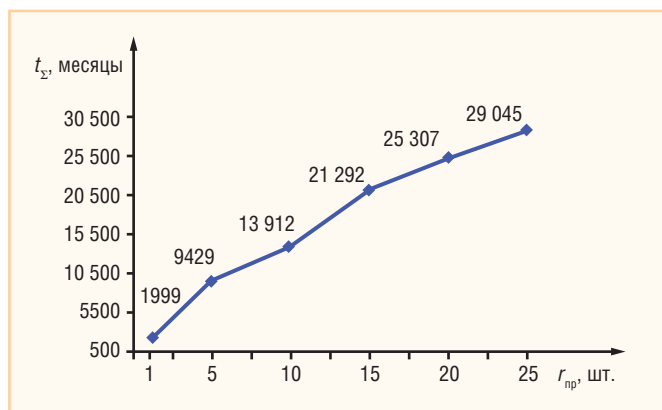

Рис. 3. Фактические значения наработки для блоков типа А
График изменения суммарной наработки $t_{\Sigma} = f(r_{\text{пр}})$ для блоков типа **A** (рис. 3) показывает, что при наступлении первого отказа суммарная наработка t_{Σ} блоков составила 1999 месяцев, что превышает значение T_{max} , рассчитанное по данным, приведённым в табл. 1 для 5 отказов. Более того, значение суммарной наработки t_{Σ} при наступлении 5, 10, 15, 20, 25 отказов всегда оказывается больше, чем значение T_{max} , рассчитанное по данным табл. 1 (см. рис. 1). Одновременно можно утверждать, что количество блоков, находящихся в эксплуатации в эти моменты времени, всегда больше минимального значения N , вычисленного по формуле (1).